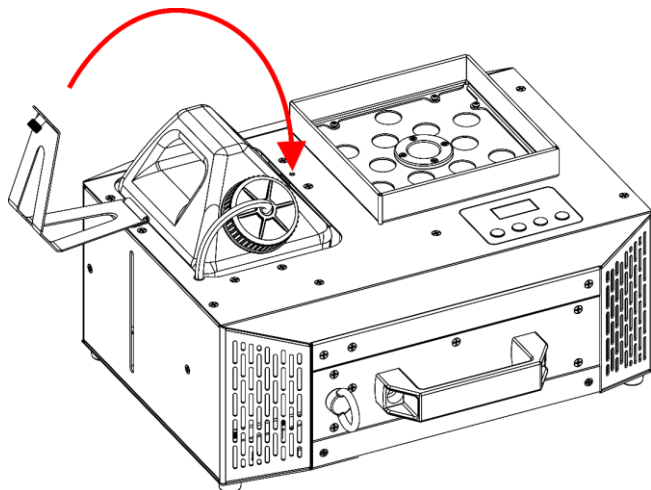

Abb. 36
- 11) Drehen Sie die **Halterung für den Flüssigkeitstank (03)**, wie in Abb. 36 gezeigt.